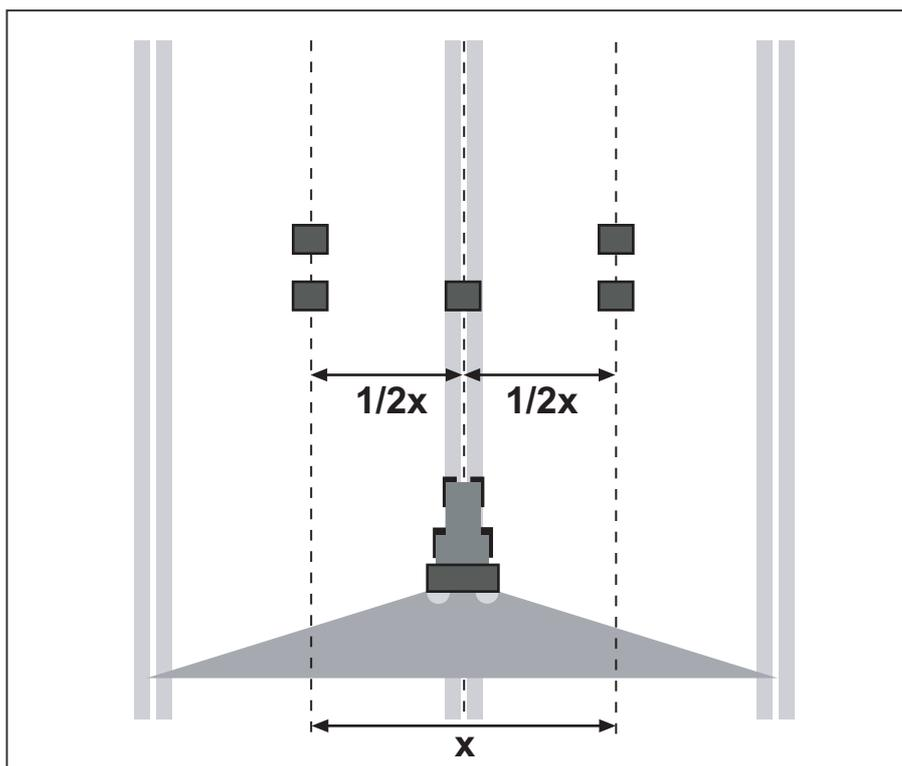

Figura 7.23: Disposizione per una traversata
- Disporre in fila due vaschette di raccolta, alla distanza di **1 m**, in ciascuna zona di sovrapposizione (tra le corsie) e una vaschetta nella corsia stessa (cfr. figura 7.23).